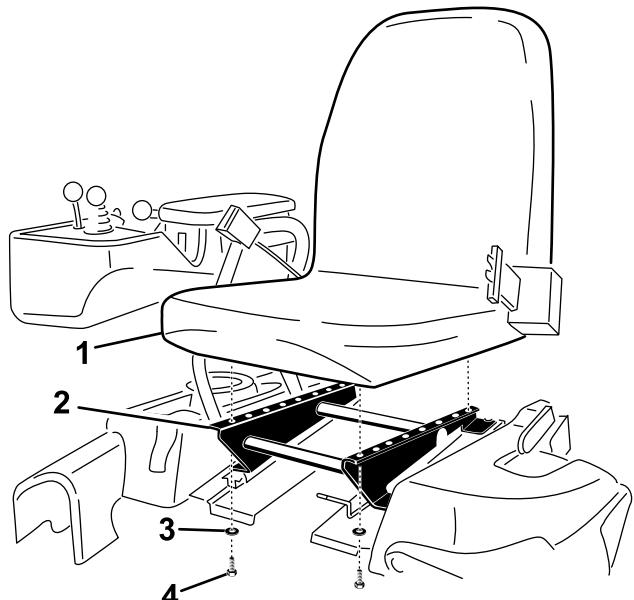

図4
- 先ほど外したボルト4本とワッシャを使って運転席をシートベースに取り付ける図4。